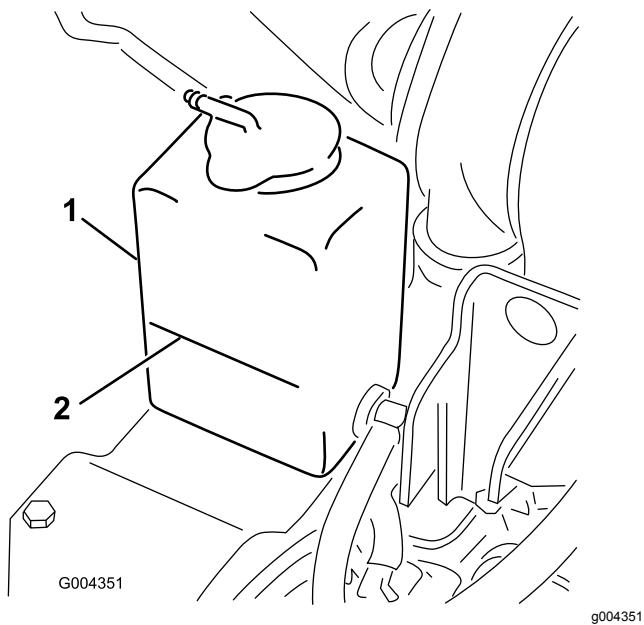

Bild 50
3. Prüfen Sie den Kühlmittelstand im Ausdehnungsgefäß (Bild 50).
- I. Füllen Sie Kühlmittel in das Ausdehnungsgefäß, bis der Stand an die Voll-Markierung an der Seite des Behälters liegt (Bild 50).